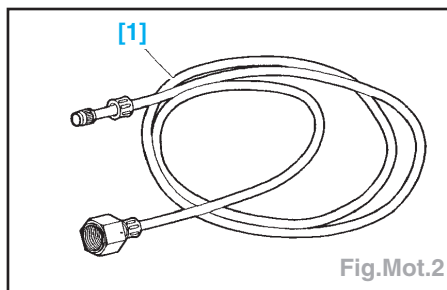

Fig.Mot.2
- Placer l'outil 4192-T [1] sur la valve (1) pour faire chuter la pression du circuit d'alimentation (Fig.Mot.2 et 3).